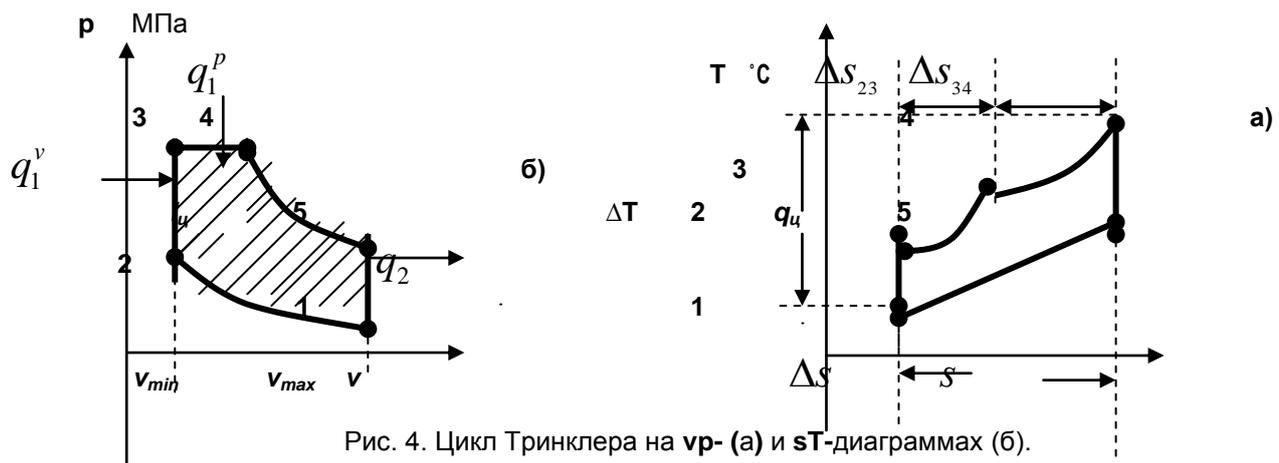

Рис. 4. Цикл Тринклера на **vp**- (а) и **sT**-диаграммах (б).
На рис. 4 приведены **vp**- (а) и **sT**-диаграммы (б) цикла ДВС со смешанным подводом теплоты (Тринклера).
2.2.1. Количество подведенной теплоты  $Q_1 = q_1^v + q_1^p$  (рис. 4). В процессе  $2 \rightarrow 3$  осуществляется изохорический подвод теплоты  $q_1^v = c_v(T_3 - T_2)$ , а в процессе  $3 \rightarrow 4$  – изобарный подвод теплоты  $q_1^p = c_p(T_4 - T_3)$ . Таким образом, количество подведенной теплоты  $Q_1 = c_v(T_3 - T_2) + c_p(T_4 - T_3)$ .
2.4. Определить полезную работу цикла  $\left[\frac{\text{кДж}}{\text{кг}}\right]$ . Эта величина численно равна площади плоской фигуры, контуром которой является цикл. На рис.4а эта площадь заштрихована. При этом работа произвольного процесса  $a \rightarrow b$  в общем случае определяется из выражения  $l_{a \rightarrow b} = \int_{v_a}^{v_b} p(v) dv$ ,
что численно равно площади под кривой, которую на  $vp$ -диаграмме описывает данный процесс. Чтобы найти площадь заштрихованной фигуры (рис. 4а), нужно площадь прямоугольника под отрезком  $3 \rightarrow 4$  сложить с площадью криволинейной трапеции под дугой  $4 \rightarrow 5$  и вычесть площадь криволинейной трапеции под дугой  $1 \rightarrow 2$ . Поэтому работа нашего цикла будет равна  $l_{\text{пол}} = l_{3 \rightarrow 4} + l_{4 \rightarrow 5} - l_{1 \rightarrow 2}$ .